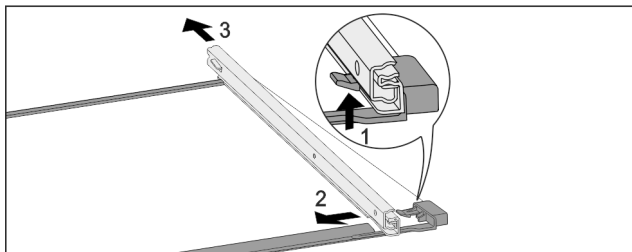

Fig. 175 带轨道的玻璃隔板
- ▶ 向上按前端的锁定钩。Fig. 175 (1)
- ▶ 将牵伸轨推向一侧 Fig. 175 (2)，然后向后 Fig. 175 (3) 推。